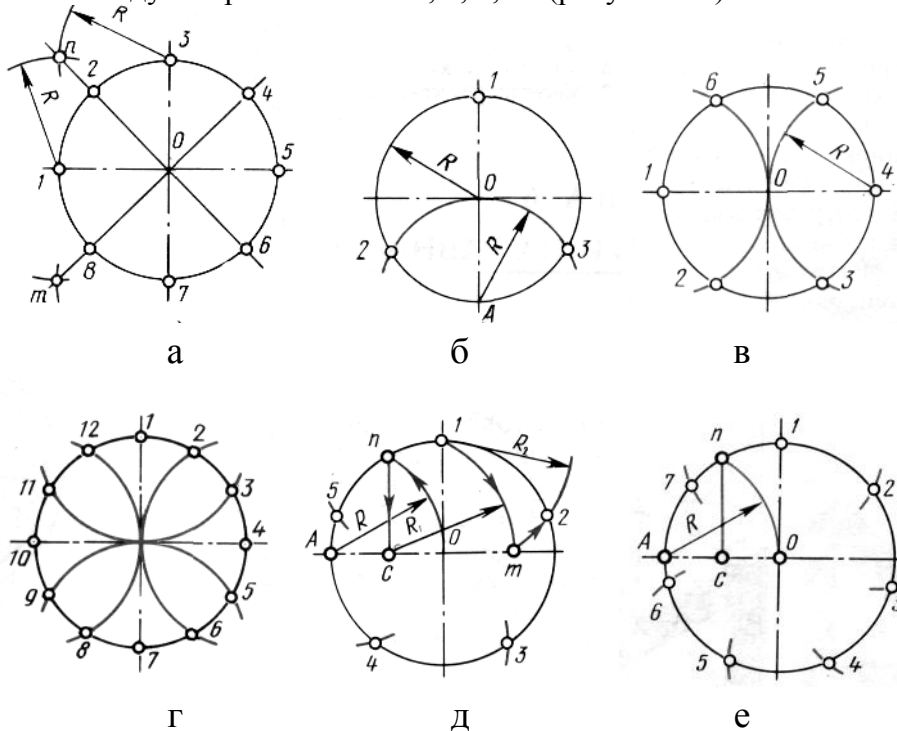

Рисунок 1 – Деление окружностей на равные части
1) Для нахождения точек, делящих окружность радиуса R на 3 равные части, достаточно из любой точки окружности, например точки $A(1)$, провести дугу радиусом R (т.2,3) (рисунок 1 б).
2) Описываем дуги R из точек 1 и 4 (рисунок 1 в).
3) Описываем дуги 4 раза из точек 1, 4, 7, 10 (рисунок 1 г).
ность в точке 2. Дуга $12 = 1/5$ длины окружности. Точки 3,4,5 находят, откладывая циркулем отрезки, равные $m1$ (рисунок 1 д).
2) Из точки А проводим вспомогательную дугу радиусом R , которая пересекает окружность в точке n . Из нее опускаем перпендикуляр на горизонтальную осевую линию. Из точки 1 радиусом $R=pc$, делают по окружности 7 засечек и получают 7 искомых точек (рисунок 1 е).